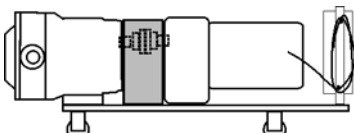
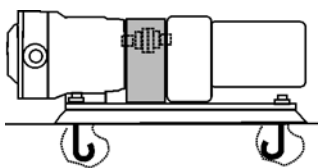

Abbildung 1 - Tragbares Untergestell
Abbildung 4 - Dauerhafte Installation auf Fundament
In einer typischen Installationskonfiguration sind Pumpe und Antriebsaggregat auf einer gemeinsamen Grundplatte montiert. Das Aggregat kann in den in Abbildung 1 bis Abbildung 4 dargestellten Konfigurationen installiert werden.
**HINWEIS:** Bei der Installation eines Aggregats wie in Abbildung 4 abgebildet muss das Aggregat vor der Installation der Schrauben nivelliert werden.
Der schattierte Bereich in Abbildung 1 bis Abbildung 4 zeigt die Lage der Schutzvorrichtungen.